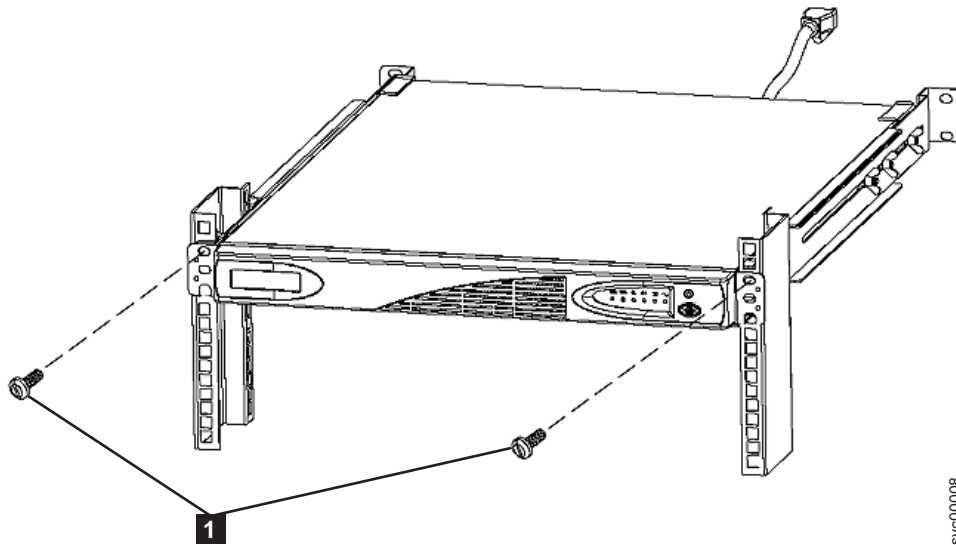

図 312. 2145 UPS-1U 用の取り付けねじ
9. 図 312 に示すように、2145 UPS-1U の前面で、2 つの取り付けねじ **1** を外します。